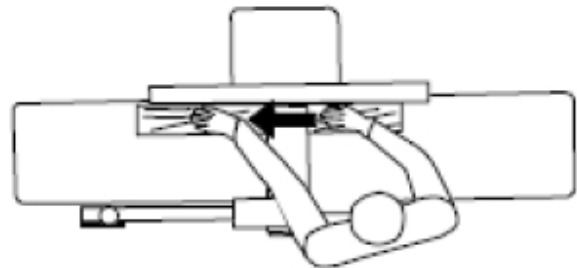

Abb. 13: Versatzstellung des Bedieners zum Einlaufftisch
Schritt 2: Nach dem Schnitt ruht die neue Oberfläche fest auf dem Auslaufftisch. Die linke Hand wird auf die Ausgabeseite (Abbildung 13) übertragen und drückt auf diesen Teil des Werkstücks, wobei gleichzeitig der ebene Kontakt mit dem Anschlag aufrechterhalten wird. Die rechte Hand drückt auf das Werkstück in Vorwärtsrichtung. Bevor die rechte Hand den Schneidkopf erreicht, sollte Sie zum Werkstück auf dem Auslaufftisch bewegt werden.